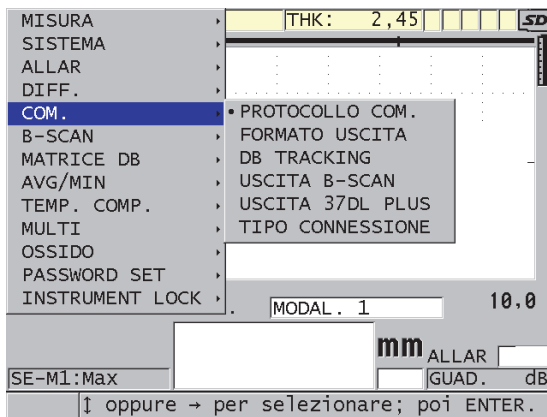

Figura 14-3 Visualizzazione dei parametri di comunicazione
7. Nella schermata **COM.** (vedi Figura 14-3 a pagina 282):